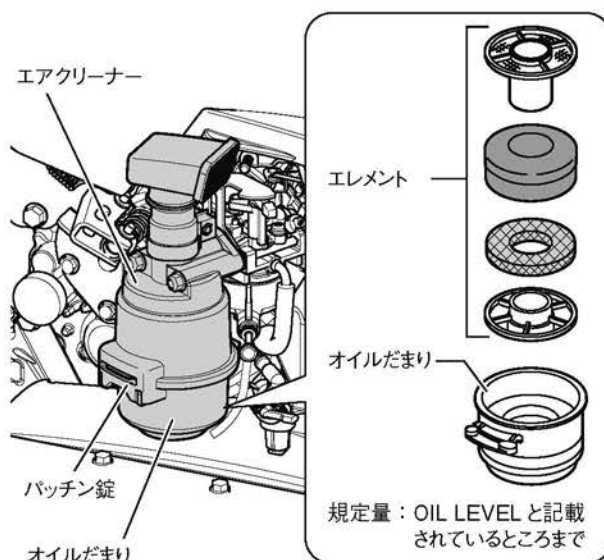

図 4-21 エアクリーナー
1. オイルだまりを固定している、パッチン錠を解除して、オイルだまりを外します。(図 4-21)
5. エレメントの上下方向を間違えないようにエアクリーナーへ入れ、オイルだまりを元通りに取り付けます。(図 4-21)